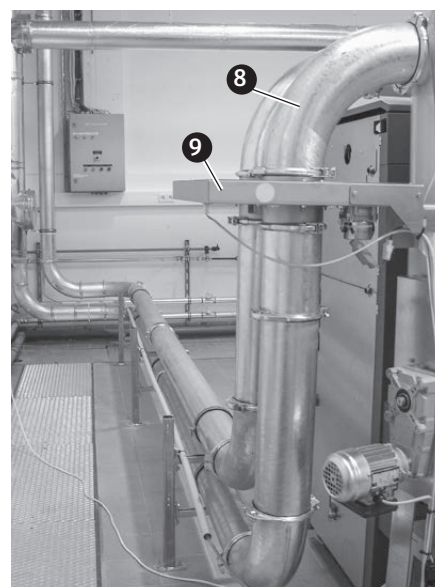

Fig. 218 Posare i tubi
- ▶ Montare i tubi sull'elemento di chiusura della caldaia (vedere anche Fig. 10 a pagina 15) – Fig. 218.